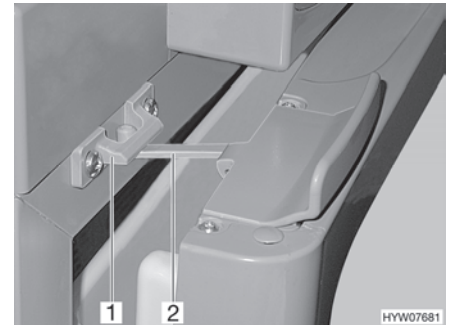

Fig. 188 Puerta del frigorífico en posición de ventilación (Thetford)
■ Abrir el bloqueo (Fig. 188,2) y engatillarlo en el alojamiento del bloqueo (Fig. 188,1). De este modo, la puerta del frigorífico quedará ligeramente abierta.